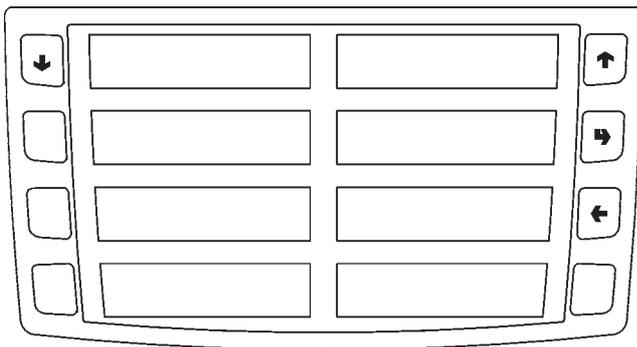

Fig. 19
- Panneau des poussoirs externe à sélection directe qui, en modalité "Chargeur" et "Technicien", exercent les fonctions suivantes (voir fig. 19):